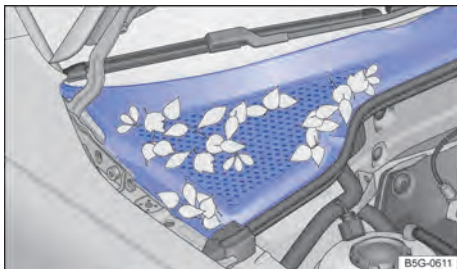

Fig. 174 Entre o compartimento do motor e o parabrisa: caixa de água (representação esquemática).
- A caixa coletora de água está localizada no compartimento do motor, entre o para-brisa e o motor e sob uma cobertura perfurada → Fig. 174. O ar ambiente é sugado da caixa coletora de água para o interior do veículo por meio do sistema de aquecimento e ventilação ou do ar-condicionado.